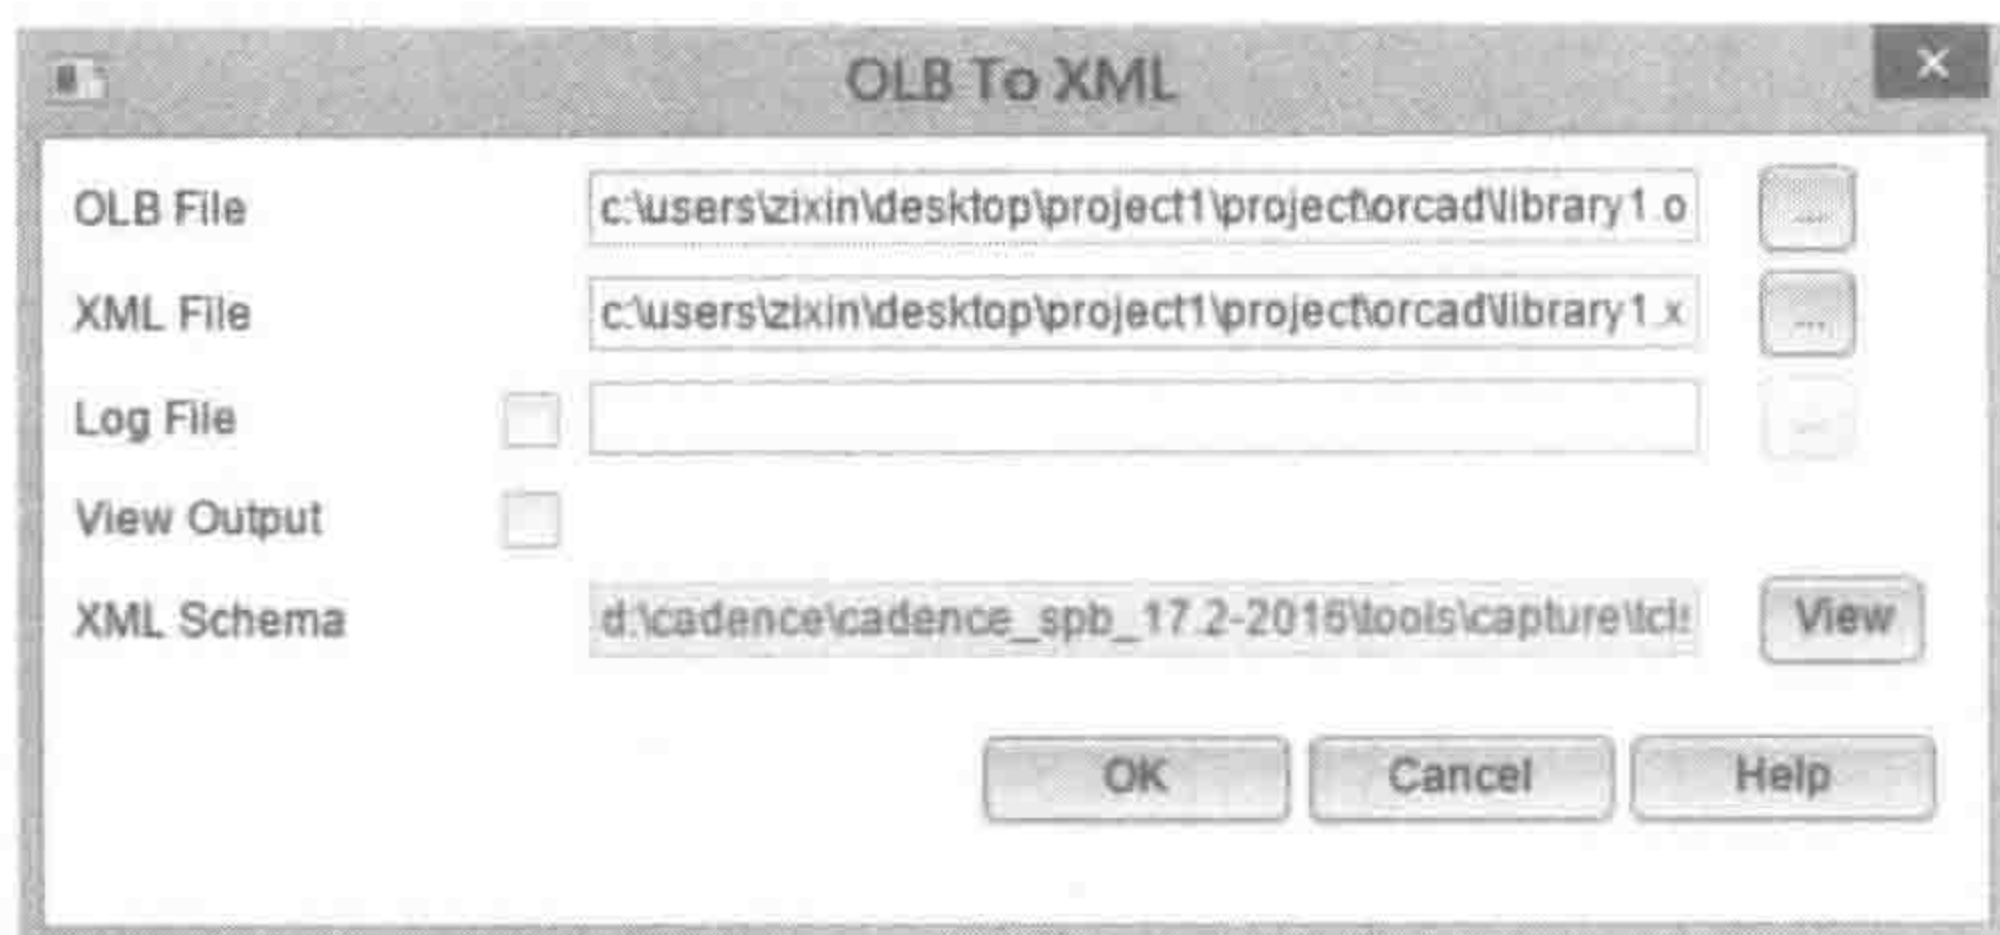

图 1-4-4 XML 文件格式的输出
5) XML 文件格式的输出与输入 OrCAD Capture 使用“File”→“Export”→“Design Library XML”指令弹出“OLB To XML”对话框, “OLB File”栏设置电路图或零件库的路径, “XML File”栏设置 XML 文件的保存路径, 单击“OK”按钮, 完成 XML 文件格式的输出, 如图 1-4-4 所示。